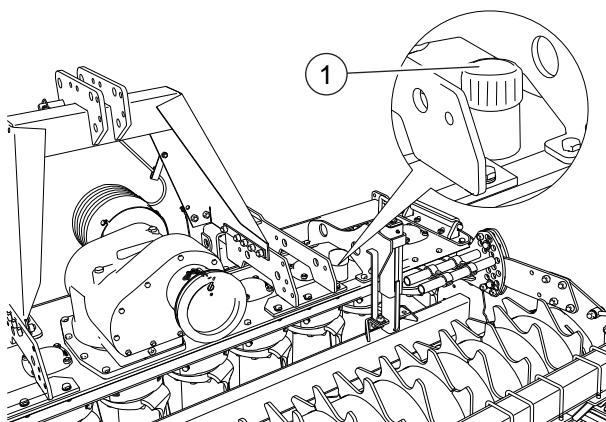

FIG. 40
Desenrocar el tapón de entrada de aceite del bastidor (1, "Fig. 40"). El nivel correcto es de 1 cm bajo la superficie superior del engranaje del rotor.
- Desenroscar el tapón de entrada del aceite ("Fig. 40").
- Enroscar el tapón de salida de aceite (3).